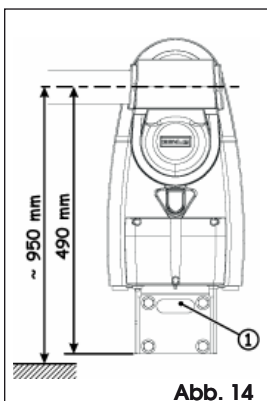

Abb. 14
Bei der Wandmontage können die Stromkabel ins Mauerwerk eingelassen werden und dann aus der Aufnahme heraustreten, Abb. 14 Bez. ①, oder extern unter Zuhilfenahme von Rohren oder Ummantelungen verlegt werden. Zur Feststellung der Position der Kabel wird auf das Kapitel 4.3.1 verwiesen.
1. Die Position der Halterung bestimmen und dabei das Maß aus Abb. 14 berücksichtigen. Empfohlen wird der Einbau der Automation, sodass die Stange auf einer Höhe von etwa einem Meter vom Boden befindet.